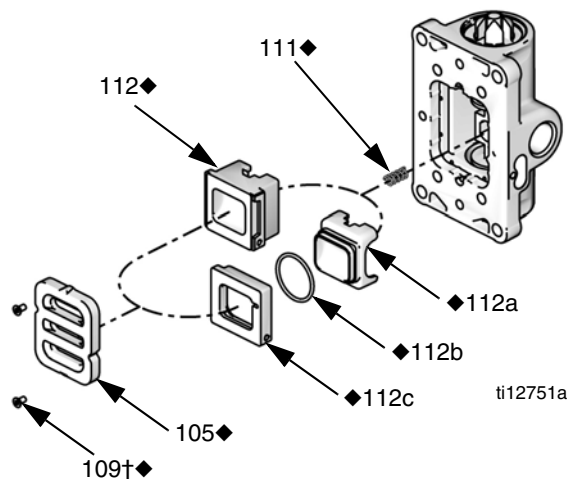

FIG. 5 : Démontage de la plaque d'air
2. Consultez la FIG. 5. Utilisez une clé hexagonale de 2 mm ou 5/64 pour retirer les deux vis (109†◆). Retirez la plaque de vanne (105◆).